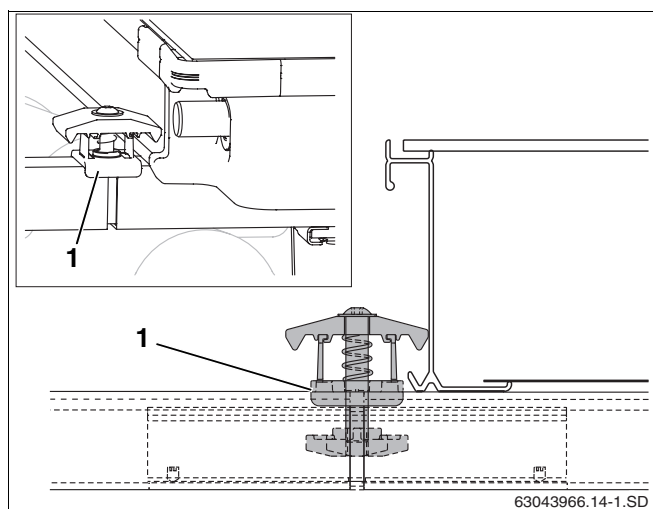

Fig. 44 Montage du tendeur double face
- Poser le tendeur double face avec l'écrou dans l'ouverture du rail profilé de manière à ce que la patte d'écartement en plastique (fig. 44, **pos. 1**) enveloppe le rail profilé.